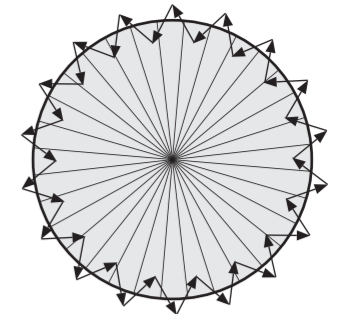

FIG. 20
- 4.2.2.4 Después del período de calentamiento, camine desde afuera cruzando el patrón de detección hasta que el LED se encienda por aproximadamente 2 segs. (Ver FIG. 20).